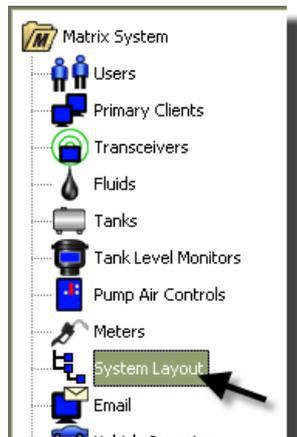

ABB. 123
- Um das Setup-Hauptfenster für das Systemlayout aufzurufen, wählen Sie aus der Liste im Matrix-Systembereich **Systemlayout** aus (ABB. 123). Bevor Sie das Systemlayout einrichten, müssen Sie zunächst Tanks (Seite 79) und Zähler (Seite 92) hinzufügen.